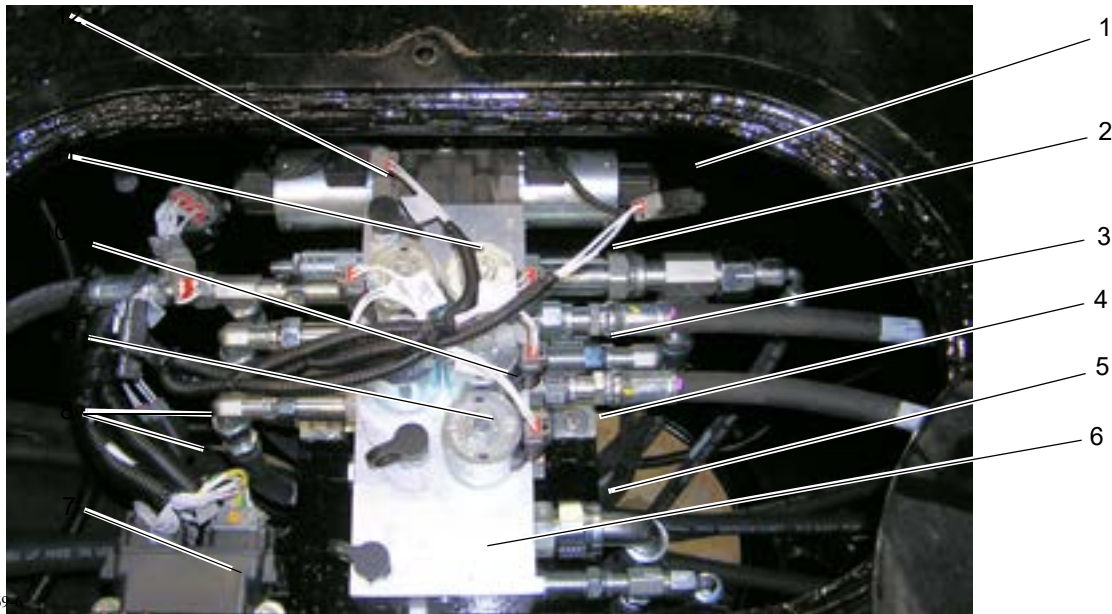
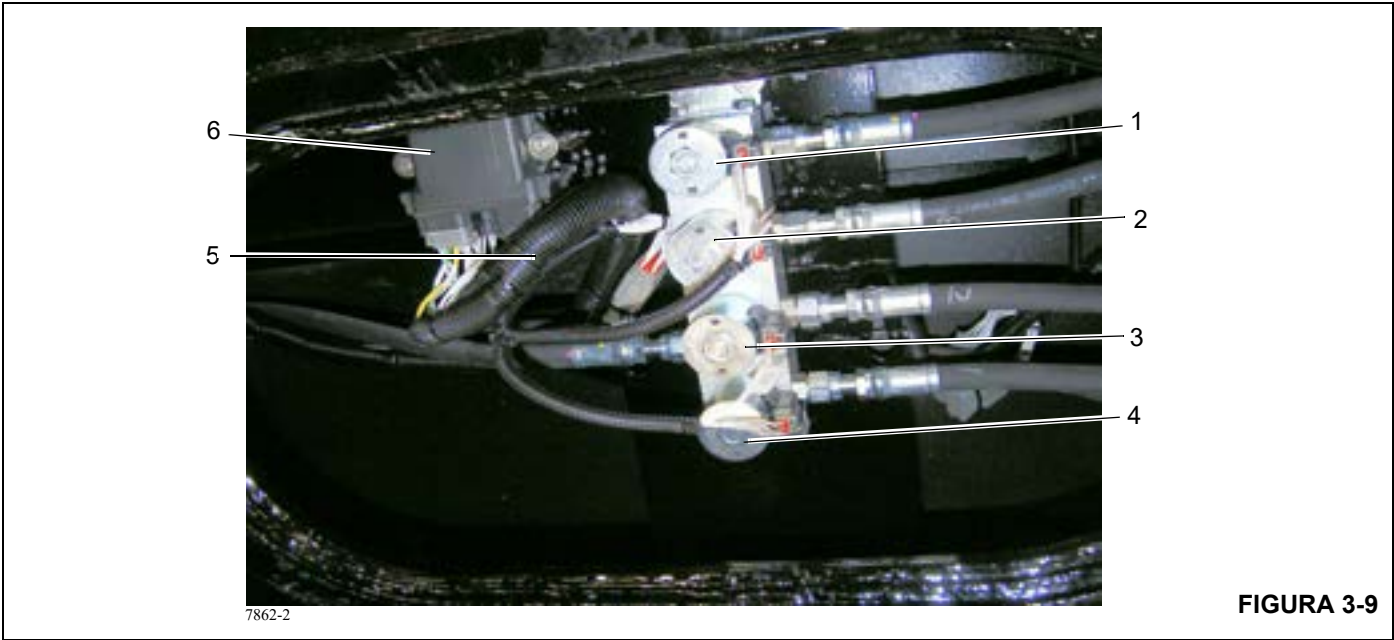

FIGURA 3-8
FIGURA 3-9
Há dois coletores de estabilizadores localizados na estrutura da caixa T do guindaste. O coletor do estabilizador frontal está montado no centro da estrutura do guindaste entre a cabine e a caixa do estabilizador frontal (Figura 3-8).
O coletor do estabilizador traseiro está montado no centro da estrutura do guindaste entre a parte traseira da superestrutura e a caixa do estabilizador traseiro. (Figura 3-9).
NOTA: Os módulos dos estabilizadores frontal e traseiro (Figura 3-8 e Figura 3-9) não são reparáveis. Entre em contato com o Serviço ao Cliente Manitowoc Crane Care sobre questões de serviço ou reparo do módulo.
Os solenoides no coletor do estabilizador frontal (Figura 3-8) controlam a seleção dos componentes do estabilizador frontal, estabilizador central dianteiro (SFO) (se equipado) e as funções de retração e extensão de todos os componentes do estabilizador frontal.
- O solenoide do estabilizador central frontal (SFO) único (4) (se equipado) estende ou retrai o SFO quando energizado. Sempre que o botão de retração no controle do estabilizador é pressionada, o SFO é retraído primeiro.
- O solenoide de extensão (12) controla as funções de extensão de todos os componentes do estabilizador.
- O solenoide de retração (1) controla as funções de retração de todos os componentes do estabilizador.
- Os solenoides (2) (3) e (10) (11) controlam os componentes do estabilizador frontal. Consulte na Figura 3-8 a identificação dos solenoides.
- Os módulos dianteiros inferiores N° 1 e N° 2 (7) estão conectados ao chicote elétrico (8) principal da estrutura inferior e fornecem dados funcionais do estabilizador para o coletor do estabilizador frontal.
Lista de itens da Figura 3-8
Os solenoides no coletor do estabilizador traseiro controlam as funções do estabilizador traseiro. Consulte na Figura 3-9 a identificação dos solenoides.
Lista de itens da Figura 3-9